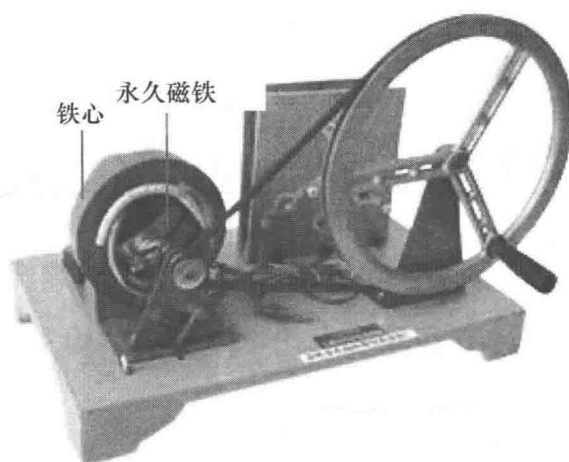

图 1-2 发电机模型
(1) 观察图 1-2 中的三相交流发电机模型的结构。特别注意镶嵌在铁心中的三组线圈，其中每一组的线圈表面上看只有一圈，但其实这一圈里面已经用细的漆包线绕了很多匝。请大家留意这三组线圈在铁心上的安装位置有什么特点？
- (2) 观察铁心内部的永久磁铁、摇动手轮，观察永久磁铁的转动。
(3) 该发电机共有_____个接线端口，请确定每个线圈的头尾。
(4) 你觉得这个发电机的工作原理是_____。